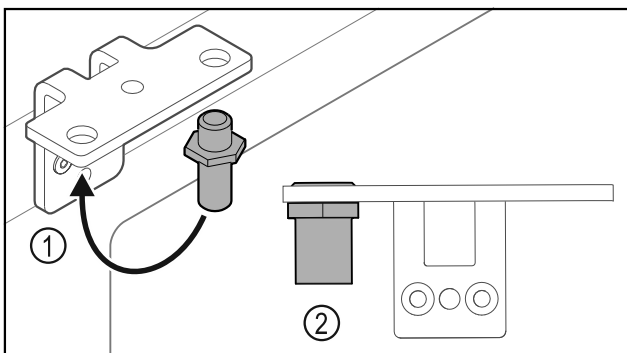

Fig. 31
- Premiestnite čap Fig. 31 (1) v uholníku závesu.
- Utiahnite čap Fig. 31 (2) ťahovacím momentom 12 Nm.